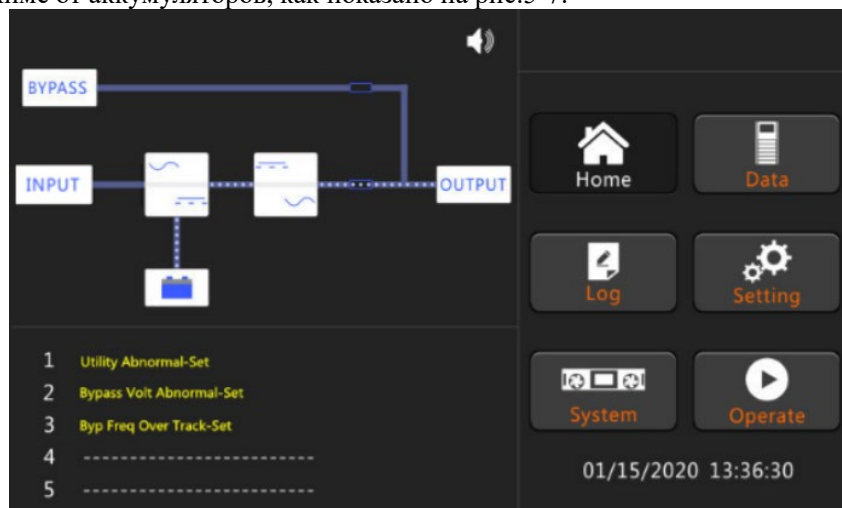

Рис.5.7 Энергосхема пуска, выполненного от аккумуляторов
3. Последовательно запускаются выпрямитель, затем инвертор. Через 60 секунд ИБП начинает работать в режиме от аккумуляторов, как показано на рис.5-7.